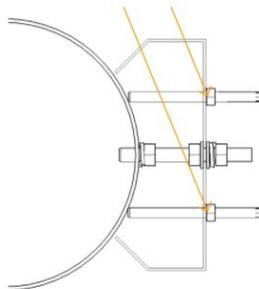

Abbildung 8: Einstellung der Justierbolzen 2
4. Nun die Gewindestangen mit den M 6 - Muttern festziehen. In Abbildung 8 ist der Schritt schematisch dargestellt.